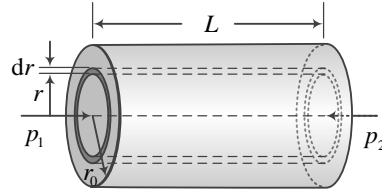

图5.12 推导流速分布及泊肃叶定律用图
(1) 流速分布 如图 5.12 所示, 设黏度为 η 的流动体在半径为 r_0 、长度为 L 的均匀水平直圆管中做层流, 管两端的压强差为
在圆管的截面上任取一个半径为 r 、宽度为 dr 的圆环形面积元, 如图 5.12 中所示, 因该处的流速为 v , 则通过此小圆环的流量为
5.12 为了测定某一管道中液体的流量，可以在该管道中接入一段截面不均匀的水平管，并在截面积为 S_1 和 S_2 处分别装一根竖直支管。这种装置叫做汾丘里流量计，如图 5.12 所示。设 $S_1 > S_2$ ，则当液体流过时， S_1 处竖直管中的液面将高于 S_2 处竖直管中的液面，若测得两处液面的高度差为 h ，试求管中液体的流量 Q 。